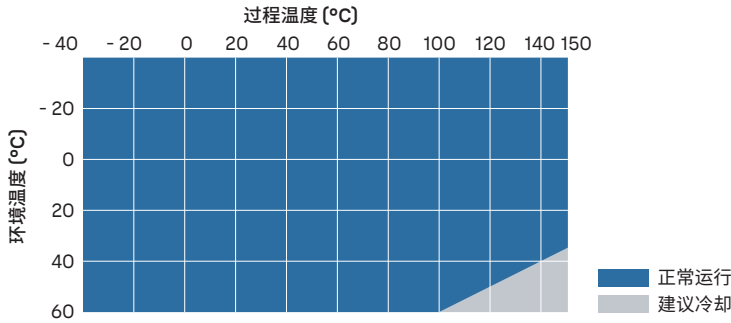

图 50 过程温度和建议冷却措施
- 根据 图 50 \(第 273 页\)，使用额外的冷却措施。请注意，图中的温度数值是概数。所需的具体冷却数值取决于安装位置和环境。